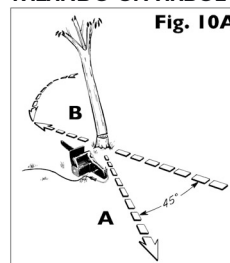

Fig. 10A
**⚠ ATENCIÓN:** Cuando el corte definitivo se acerque al punto de unión, el árbol comenzará a caer. Cuando el árbol comience a caer, retire la sierra del corte, desenchúfela y apóyela, y abandone la zona por la trayectoria de retirada (Fig. 10A).